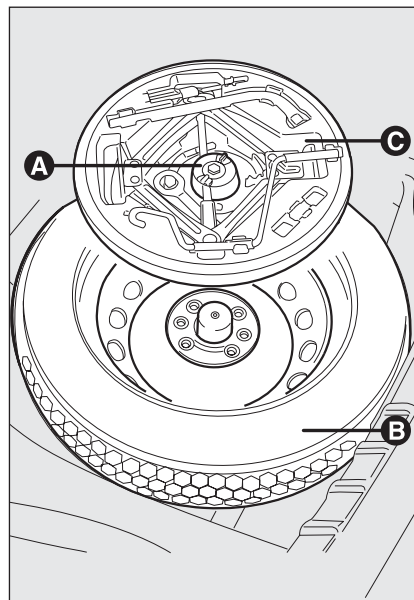

fig. 2
- svitare il dispositivo di bloccaggio **A-fig. 2**;
- prelevare il contenitore portattrezzi **C-fig. 2** e portarlo accanto alla ruota da sostituire;
- prelevare la ruota di scorta **B-fig. 2**;
- reinserire nel proprio contenitore **C-fig. 2** il cric parzialmente aperto forzandolo leggermente nella propria sede in modo da evitare eventuali vibrazioni durante la marcia;
- sistemare il contenitore **C-fig. 2**, completo di attrezzi, nella ruota di scorta;
- avvitare il dispositivo **A-fig. 2** di bloccaggio contenitore attrezzi;